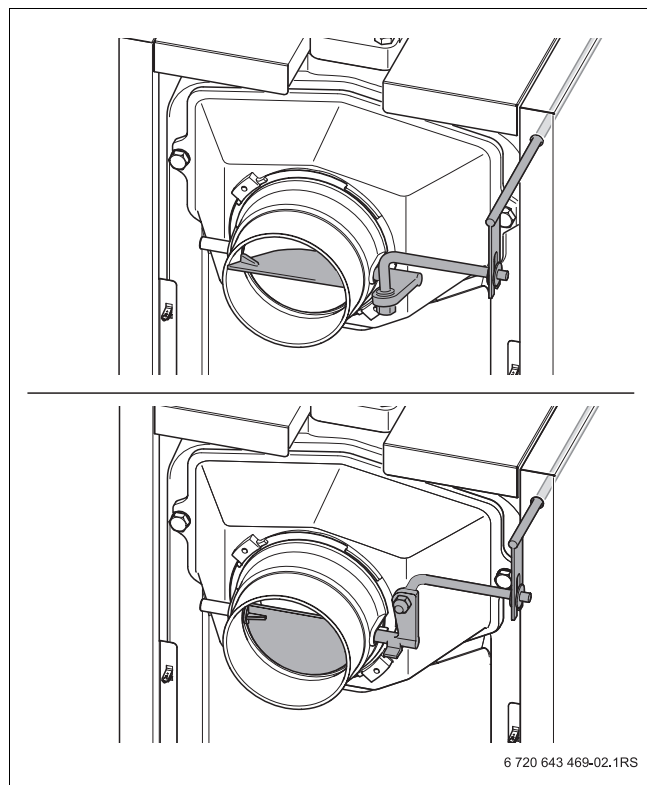

Рис. 8 Дымовая заслонка (вверху открыта; внизу закрыта)
- ▶ Чтобы предотвратить потери тепла в дымовой трубе, по возможности в зависимости от тяги прикройте дымовую заслонку (→ рис. 8, нижний).
Если дымовые газы выходят плохо (недостаточная тяга), то снова откройте дымовую заслонку (→ рис. 8, верхний).
- ▶ Откройте дымовую заслонку для снижения выхода дыма в помещение при загрузке топлива (→ рис. 8, верхний).
- ▶ Закройте загрузочную дверцу [1] и дымовую заслонку (→ рис. 8, стр. 10).